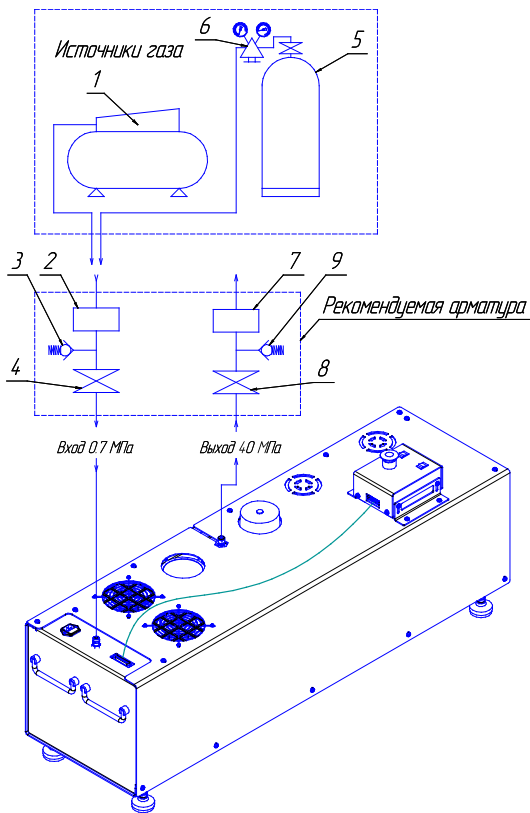

Рис. 3.
6.4 Пневматическое подключение (рис. 3) производится с помощью компрессора 1 с постоянным выходным давлением не более 0.7 МПа.